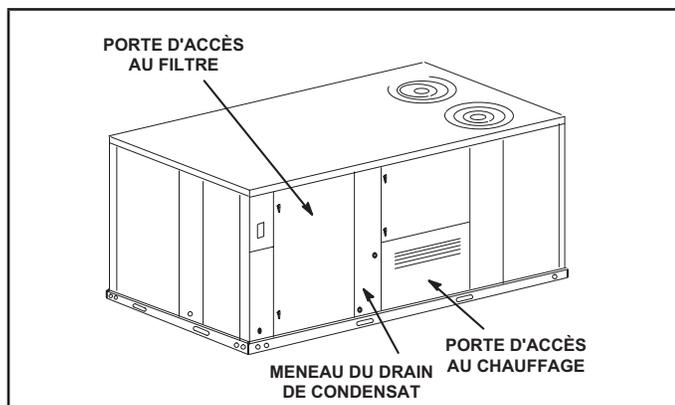

FIGURE 5
- 1 - Retirez la porte d'accès au compartiment de chauffage. Reportez-vous à la FIGURE 5.
- 1 - Ouvrez les portes d'accès au ventilateur et au chauffage. Reportez-vous à la FIGURE 5.